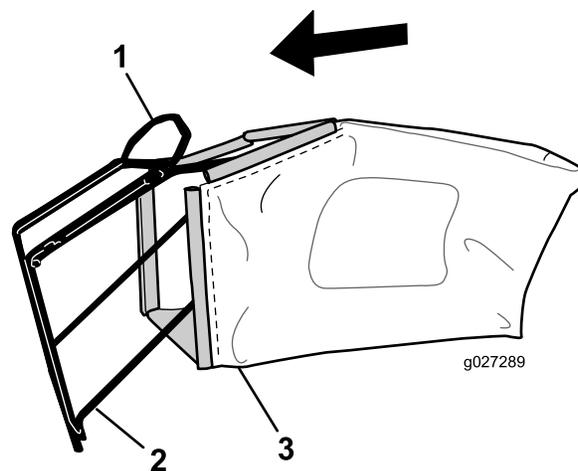

図 8
1. 図 8 に示すように、フレームにバッグを取り付ける。
**注** ハンドルにバッグを被せないでください 図 8。